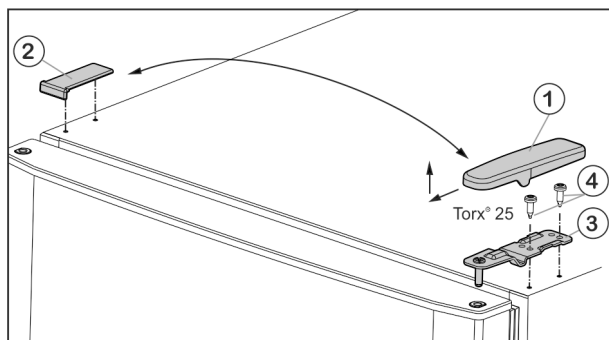

Fig. 5
- ▶ Előre és felfele húzza le a fedelet Fig. 5 (1).
- ▶ Emelje le a fedelet Fig. 5 (2).
- ▶ Csavarozza le az Fig. 5 (3) felső csapágybakját (2 x Torx® 25, Fig. 5 (4)), és felfele húzza le.
- ▶ A felső csapágybakot *Fig. 5 (3)* helyezze a csuklópánt új oldalán az ajtóba.
- ▶ A felső csapágybakot **erősen (4 Nm-es nyomatékkal)** csavarozza fel – (2 db Torx® 25) *Fig. 5 (4)*. Adott esetben használjon akkus csavarhúzót.
- ▶ A fedelet *Fig. 5 (1)* kívülről helyezze fel az ellenkező oldalra és pattintsa be.
- ▶ A fedelet *Fig. 5 (2)* mindig felülről helyezze fel az ellenkező oldalra és pattintsa be.